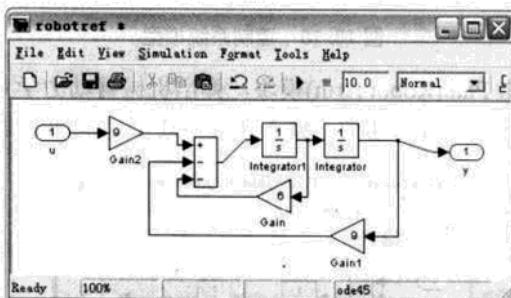

图 19.21 参考模型
- Reference Model: 参考模型, 本例参考模型如图 19.21 所示。